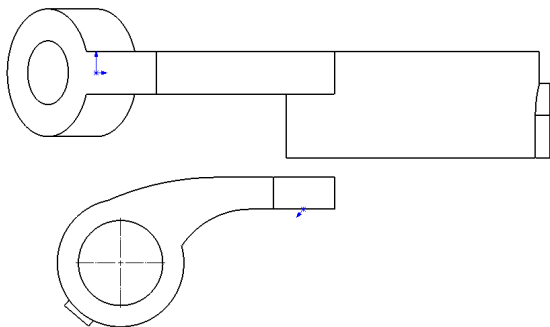

图 11-12 创建相对视图
(4) 单击【确定】按钮，返回到工程图环境，在绘图区中的合适位置上单击鼠标左键，单击【确定】按钮，即可创建相对视图，效果如图 11-12 所示。